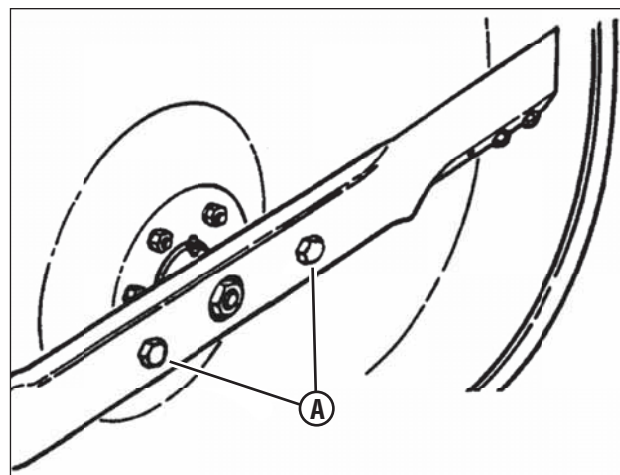

Figura 20: Verificando o torque dos parafusos da lâmina
4. Verifique o torque dos parafusos de montagem da lâmina (**A, Figura 20**). Se necessário, aperte até o torque de 30 a 40 pés lbs.